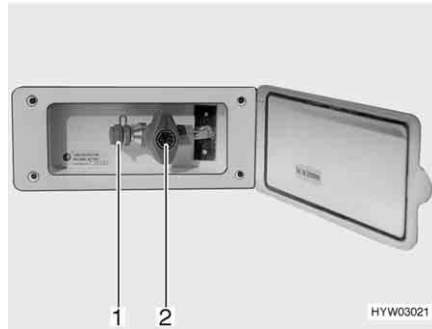

Fig. 142 Raccordement externe de gaz avec robinet d'arrêt de gaz fermé
Le raccordement externe de gaz (Fig. 142) se trouve, selon les modèles, à l'arrière ou sur le côté gauche ou droit du véhicule.
- Raccorder l'appareil à gaz externe sur le raccord (Fig. 142,1).
- Ouvrir le robinet d'arrêt de gaz (Fig. 142,2).